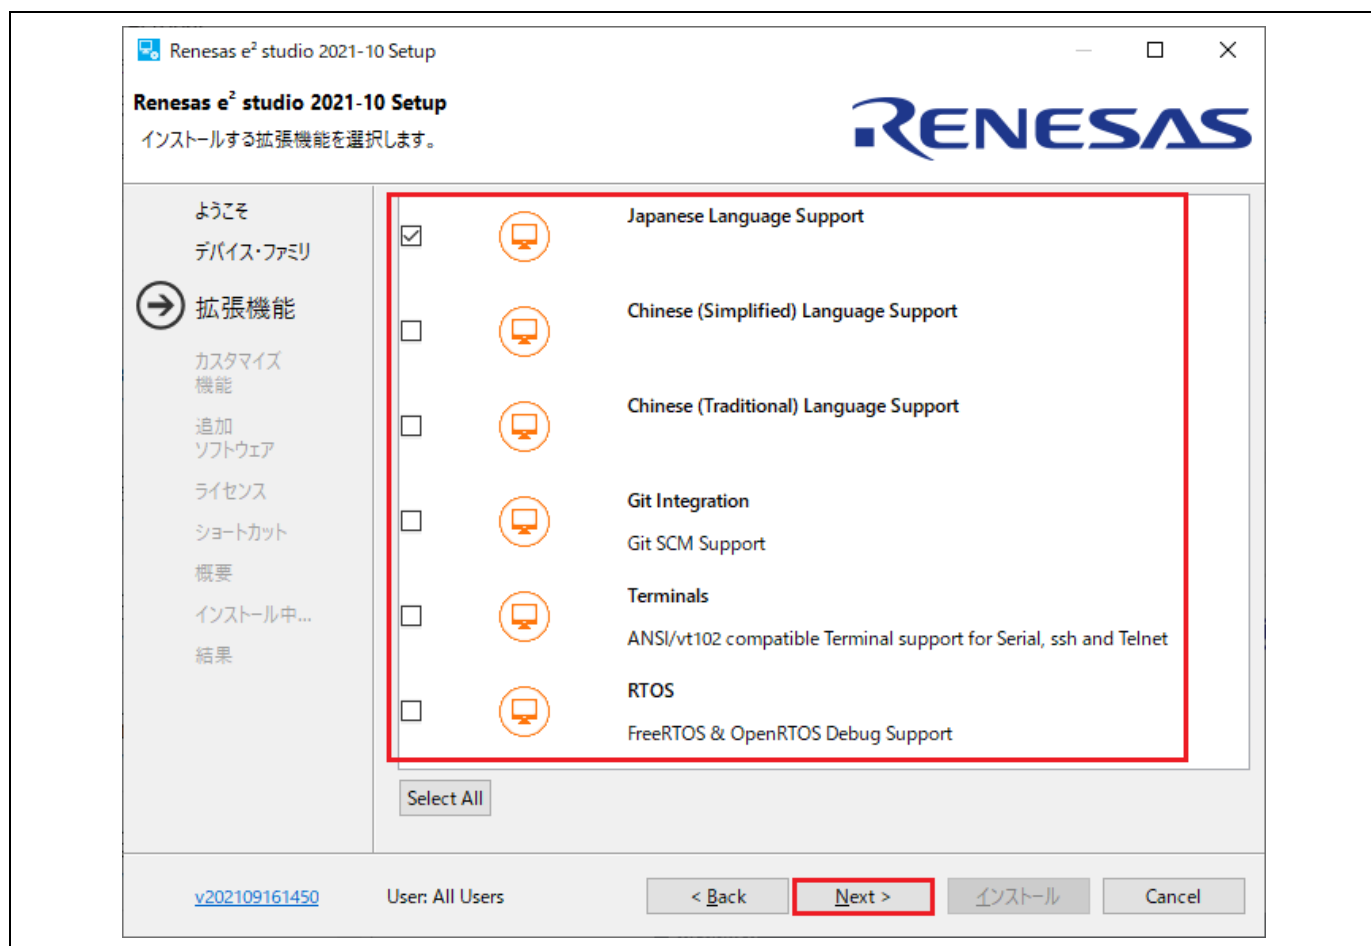
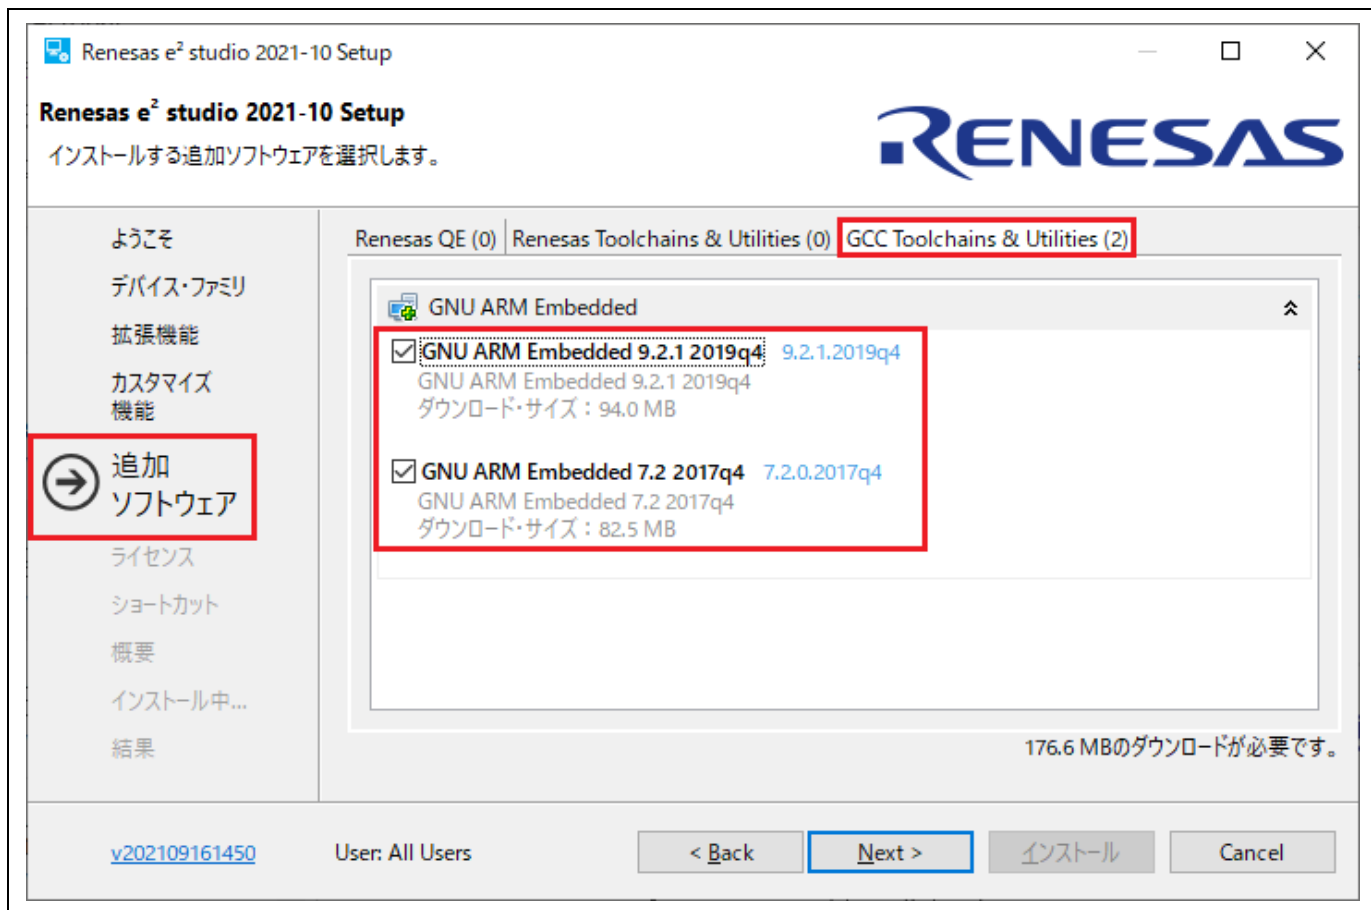

図 2-11 インストール - [拡張機能] ページ
図 2-13 インストール - [追加ソフトウェア] ページ
- (7) “Custom Install” を選択した場合は、図 2-11 から図 2-13 の設定を行なってください。
- (8) ソフトウェア契約に同意いただけましたらチェックを入れてください。[Next] で次に進みます。